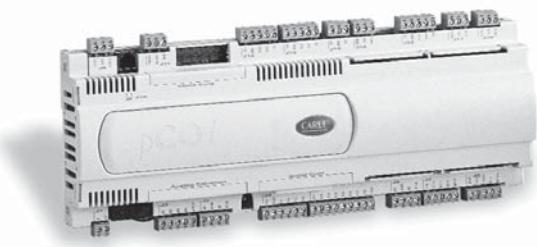

Abb. 1
Unter Bezugnahme auf die Abb. 1...4, erfolgt der Anschluss an die Steuerkarte PCO3 wie folgt:
1. die Klappe "Serialcard" des elektronischen Controllers mit einem Schraubendreher abnehmen (siehe Abb. 1);